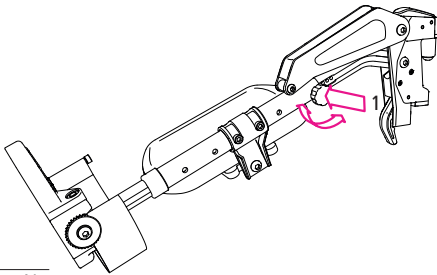

Рис.41
2. Тепер ви можете встановити підніжку з потрібним кутом нахилу (2, рис. 41).
4. Потім знову затягніть гвинт від руки (1, рис. 41).